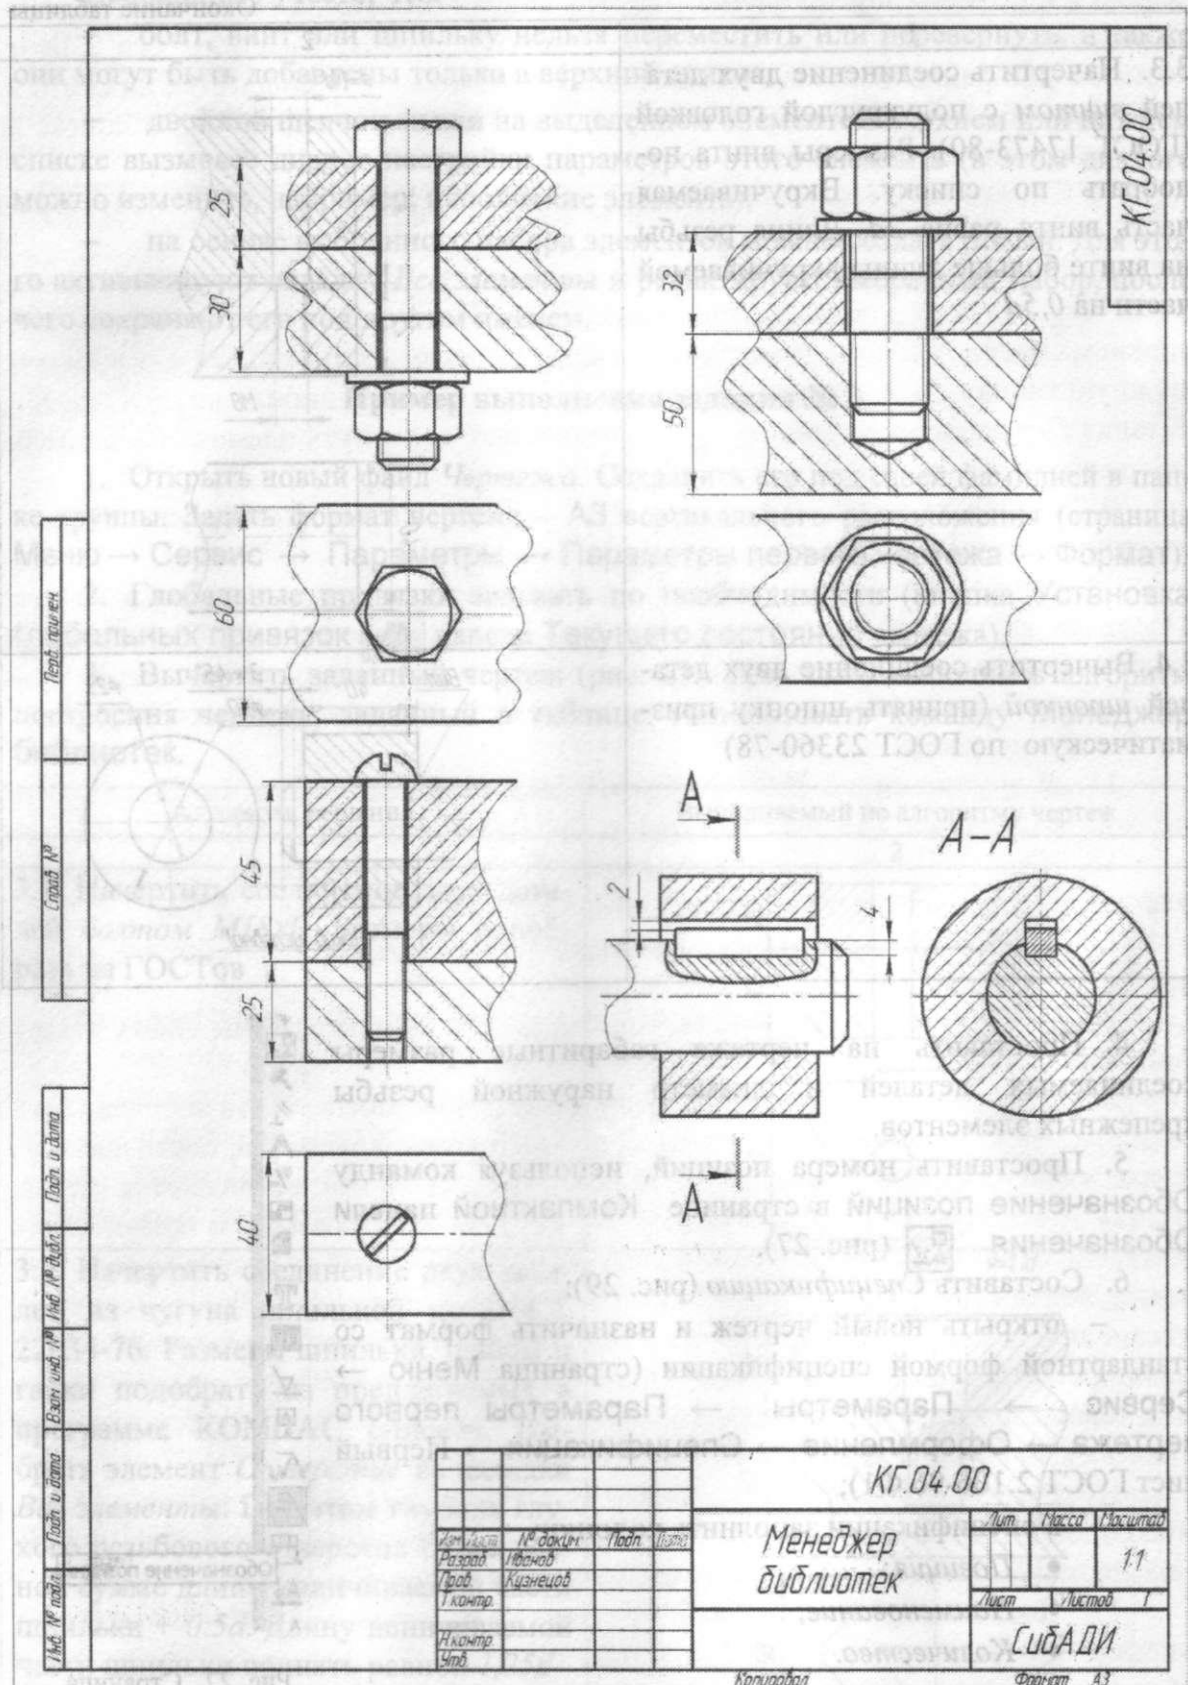

Рис. 28. Пример выполнения задания № 3
3. Вычертить заданный чертеж (рис. 28). Для этого выполнить алгоритм построения чертежа, заданный в таблице. Использовать команду *Менеджер библиотек*.